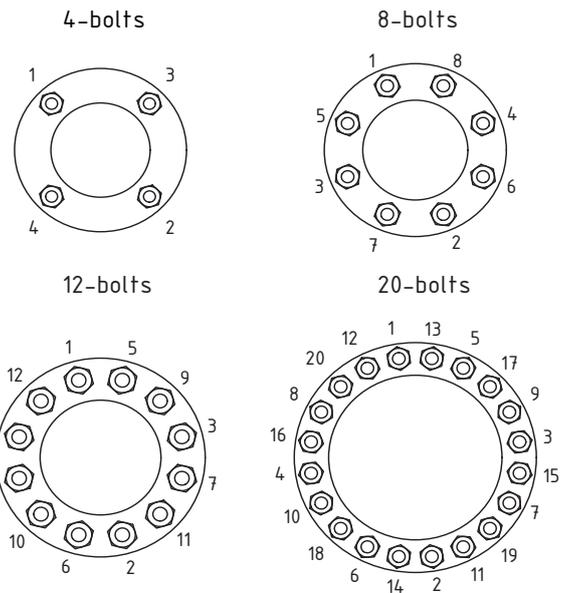

Abbildung 7
14. S-Ring (Pos. 42) über die Wellenfeder (Pos. 41) in das Gehäuseteil (Pos. 1) einsetzen. Ausrichtung des S-Rings wie in Abb. 7 beibehalten.
20. Gehäuse (Pos. 1) und Gehäusedeckel (Pos. 2) zusammenfügen (Beschriftung auf den Hälften zeigt in dieselbe Richtung). Die Muttern (Pos. 11) in der in Abbildung 7 dargestellten Reihenfolge anziehen.